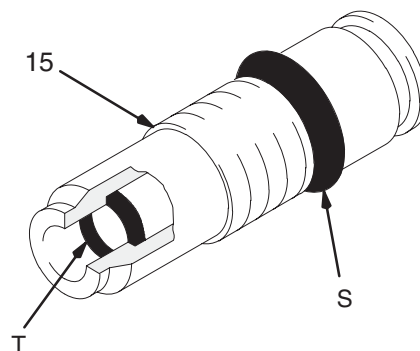

Fig. 15
(Voir Fig. 15)
La bague de contact du manchon résistif (S) est une bague de contact et non un joint torique. Voir Fig. 15. Pour réduire les risques de production d'étincelles pouvant causer un incendie, une explosion ou un choc électrostatique et entraîner des blessures corporelles graves, **ne pas** retirer la bague de contact (S) du manchon résistif, ni utiliser le pistolet si cette bague de contact n'est pas en place. **Ne pas** remplacer cette bague de contact (15) par quoi que ce soit d'autre qu'une pièce de rechange d'origine Graco.
La bague de contact du manchon résistif (S) est une bague de contact et non un joint torique. Voir la Fig. 15. Pour réduire les risques d'émission d'étincelles pouvant causer un incendie, une explosion ou une décharge électrostatique et entraîner une blessure corporelle grave, **ne pas** retirer la bague de contact (S) du manchon résistif ni utiliser le pistolet si cette bague de contact n'est pas en place. **Ne pas** remplacer le manchon résistif (15) par quoi que ce soit d'autre qu'une pièce d'origine Graco.